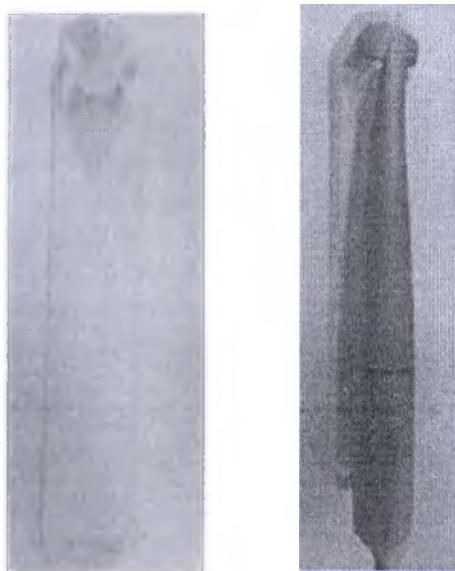

Рис. 20 Устройство для проверки точности и целостности
5.3.3 Устройство для проверки точности и целостности 3D сканирующего оптического наконечника (рис. 20) предназначено для проверки целостности и подтверждения точности рабочего состояния наконечника.